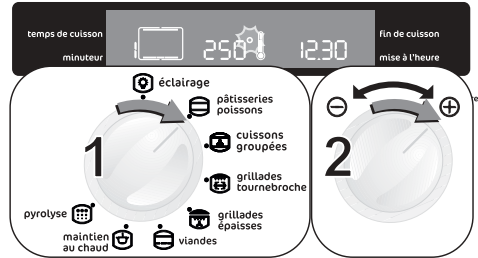

Fig. 7
4. Positionnez la commande de four sur le repère "**Pâtisseries Poissons**"  (Fig. 7).
5. Réglez la température sur 250°C en tournant la commande "**TEMPERATURE/TEMPS**" jusqu'à la position  (Fig. 7).